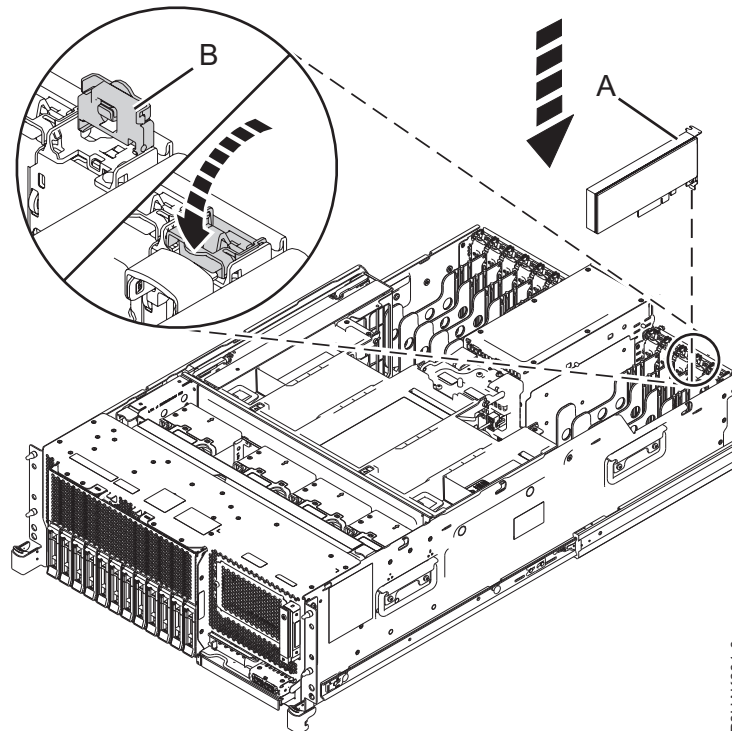
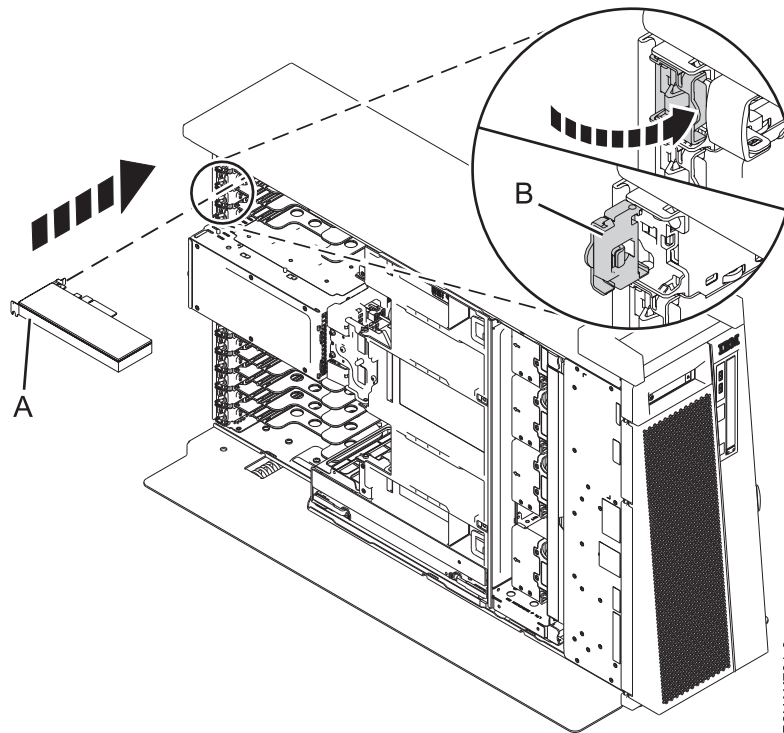

Abbildung 27. PCIe-Adapter in einem Einschubsystem installieren oder austauschen
Abbildung 28. PCIe-Adapter in einem eigenständiges System vom Typ 8286-41A installieren oder austauschen
10. Drehen Sie zum Verriegeln des Adapters im Steckplatz die Adaptersicherung (B) in die abgebildete Richtung in Abb. 27 und Abb. 28 auf Seite 32.